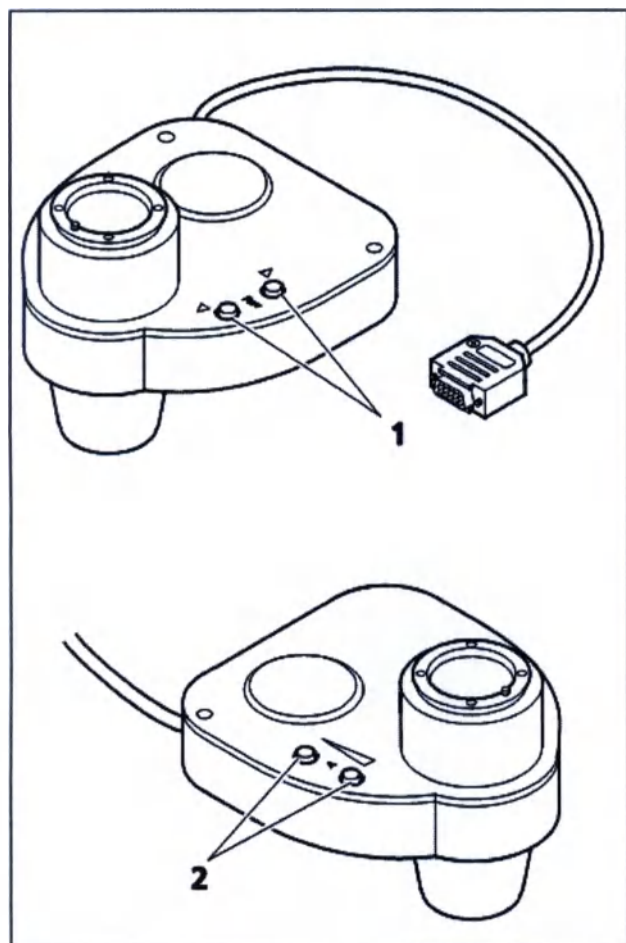
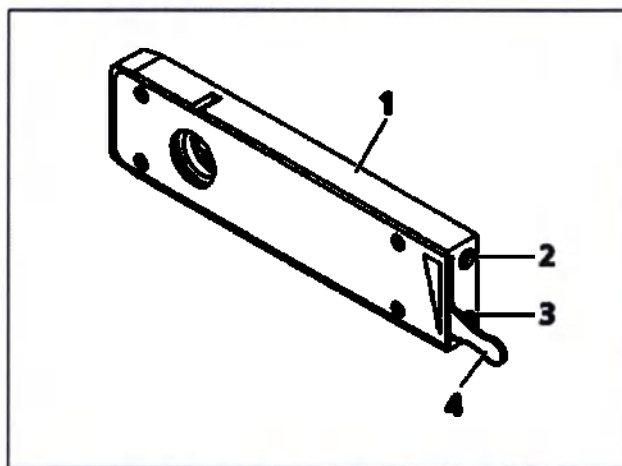
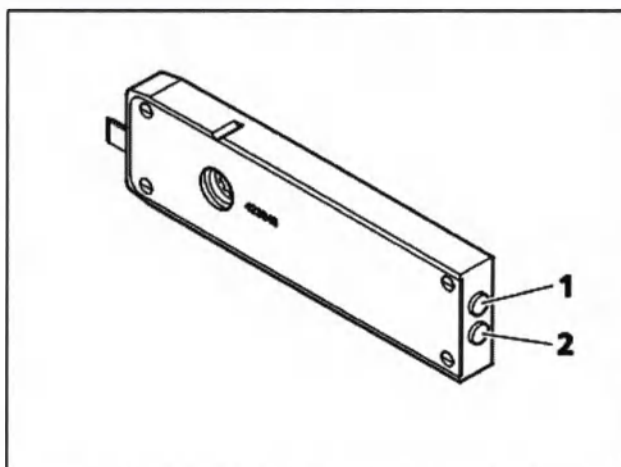

Рис. 64
Рис. 65
Рис. 66
Рукоятка вертикальной регулировки конденсора (рис. 64/1)
Центрирующие винты (рис. 64/2 или 5) конденсора (рис. 64/3)
Трехпозиционный сменщик фильтра, поляризатор темного поля с двухпозиционным сменщиком фильтров или поворотный поляризатор темного поля с держателем цветных светофильтров (рис. 64/4)
Рифленое колесико светополевой диафрагмы для работы в проходящем свете (рис. 64/6)
Конденсор с ручным приводом (рис. 64/3), (рис. 65) и (рис. 66)
В зависимости от модели конденсоры (рис. 65/1) оснащаются следующими компонентами:
- Апертурная диафрагма (ирисовая диафрагма) открывается и закрывается с помощью рифленной рукоятки (рис. 65/2).
- Поверните колесо турели (рис. 65/3), поместив вставку для работы со светлым полем или диафрагму для создания контраста в оптический тракт.
- При необходимости центрирования фазового ограничителя для каждого из конденсоров 0,35 и 0,55 для фазового контраста требуется использование одной торцевой отвертки размером 1,5 мм (вставленной в отверстия рис. 66/1).